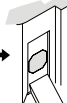

Figura 4d
- Cincele 1/8" (3mm) de profundidad para la placa de contacto o hasta que esté nivelada (Figura 4d).